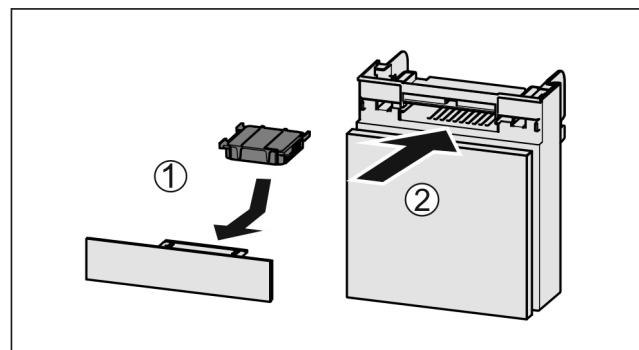

Fig. 120
- Вставити фільтр з активованого вугілля за малюнком Fig. 120 (1).
- Вставити відділення Fig. 120 (2).